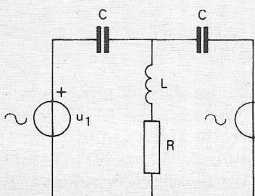

Fig. 12.
3. Van de beide spanningsbronnen in fig. 12 zijn de momentele waarden van de bronspanningen resp.: